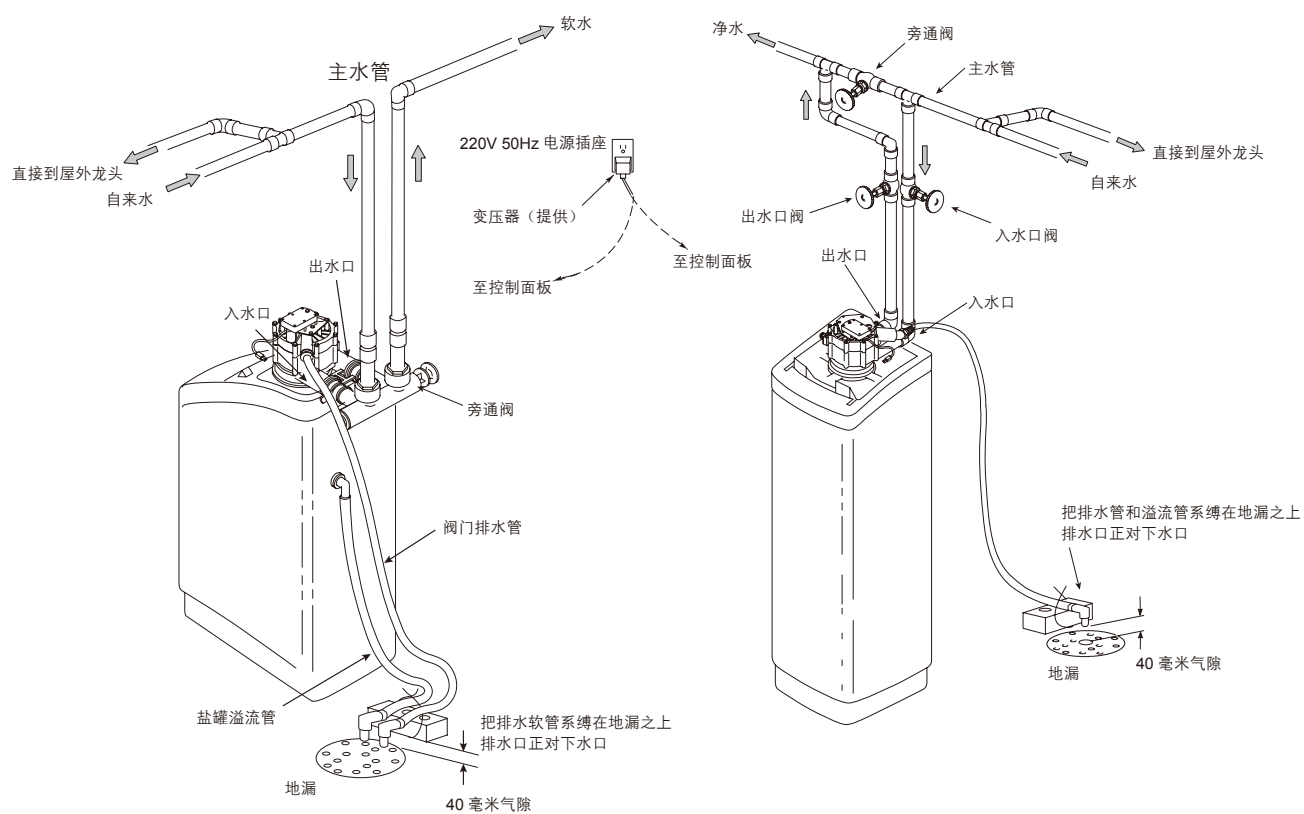

图 2
如果安装三阀旁通系统，利用图 2 作为指导，按照需要连接管道。在安装铜制焊接件时，请按照当地法规使用相关焊料和助熔剂。外管螺纹上使用生料带。
户内冷水管 (仅限金属管) 常用于户内电气系统的接地。如果安装三阀旁通系统 (如图 2 所示), 能够保持接地的连续性。如果使用塑料旁通阀, 则接地连续性中断。为了恢复接地连续性, 则需要进行以下步骤 a 或者 b:
- 连接一根 16mm 内径的软管到控制阀的排水口上 (见图 2), 排污嘴接头可以接受两种管路安装, 一种是带倒刺的软管, 一种是标准螺纹的软管接头。如果接螺纹接头, 切除前端的倒刺接。
- 将排水管引到地漏口, 如图 2 所示一样, 将排水管末端用重物固定牢靠, 这样将避免在再生过程中管道跳动。为了防止污水倒吸进管路, 排水管末端要高出地漏 38mm。